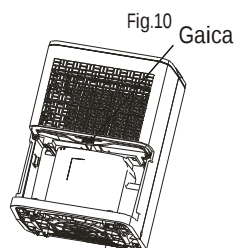

Fig.10
- Scoateți recipientul de apă cum se arată în fig. 10.